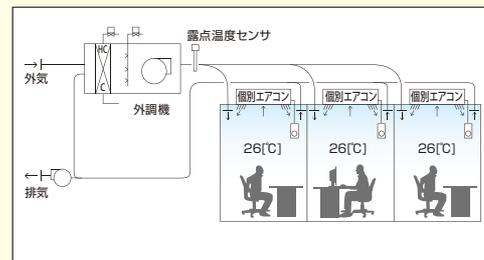
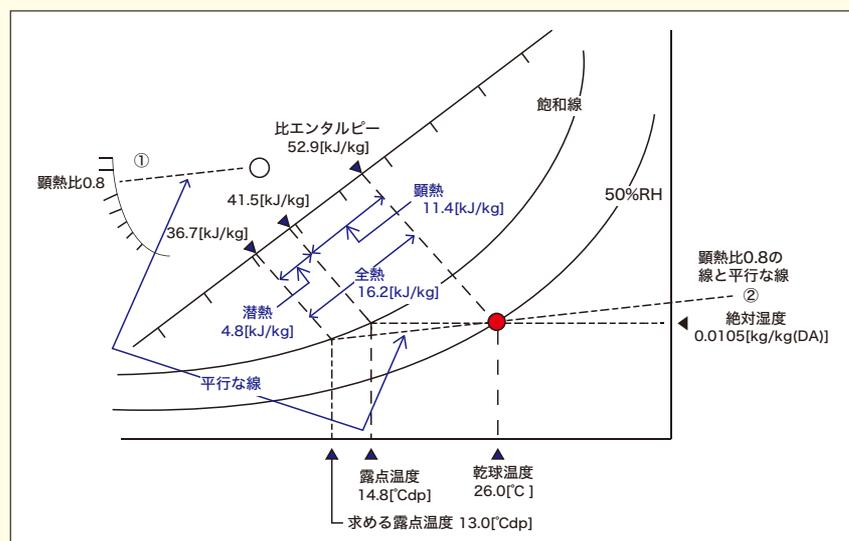

図3 空調機と露点温度センサ
図4 空気線図の読み方
図3は、ホテルの客室やビルの地下街にある店舗のように、細かく仕切られた空間へ新鮮外気を送る外調機の空調系統図です。各空間は室内天井にある個別エアコンで温度制御をしています。外調機は外気の一次処理と湿度制御をおこないます。例えば夏季は外気の予冷と除湿をおこない、冬季は外気の予熱と加湿をおこないます。このような空調方式で、夏季に室内が個別エアコンで26[°C]に制御されている場合、室内の湿度を50[%RH]にするためには、外調機の給気露点温度を何度にするか良いかを考えてみましょう。まず図4のように、空気線図上に目標値である26[°C]50[%RH]の点を取ります。ここから左に向かって飽和線にあたるまで横軸に対する平行線を引きます。これは空気を冷却していることを意味しています。その交点から下に線を引いた時の温度目盛りの読み値の14.8[°C dp]が、26[°C]50[%RH]の室内空気の露点温度になります。単位にある[dp]はdew pointの略で露点温度を表しています。ただし、外調機の吹き出し露点温度を14.8[°C dp]にしても、室内湿度は50[%RH]になりません。室内の冷房負荷には、照明やOA機器の発熱のように直接空気を温める負荷(顕熱負荷といえます)と、人の吐息や発汗によって湿度を上昇させる負荷(潜熱負荷といえます)があります。室内を26[°C]50[%RH]にするには、事前に外調機でこの潜熱分を取り除いておく必要があります。そのためにはまず顕熱比を決めます。今回は顕熱比を0.8とします。はじめに顕熱比目盛り0.8と顕熱比グラフの中心を結び線①を引きます。次にこの線と平行になり、かつ室内空気26[°C]50[%RH]の点を通る線②を引きます。その線と飽和線の交点の露点温度13.0[°C dp]が、求める外調機吹き出し出口の露点温度になります。そして、外調機の冷却コイルで取り去られる熱量が、比エンタルピー線上のメモリから、顕熱11.4[kJ/kg]、潜熱4.8[kJ/kg]、全熱16.2[kJ/kg]であることも空気線図から読み取れます。